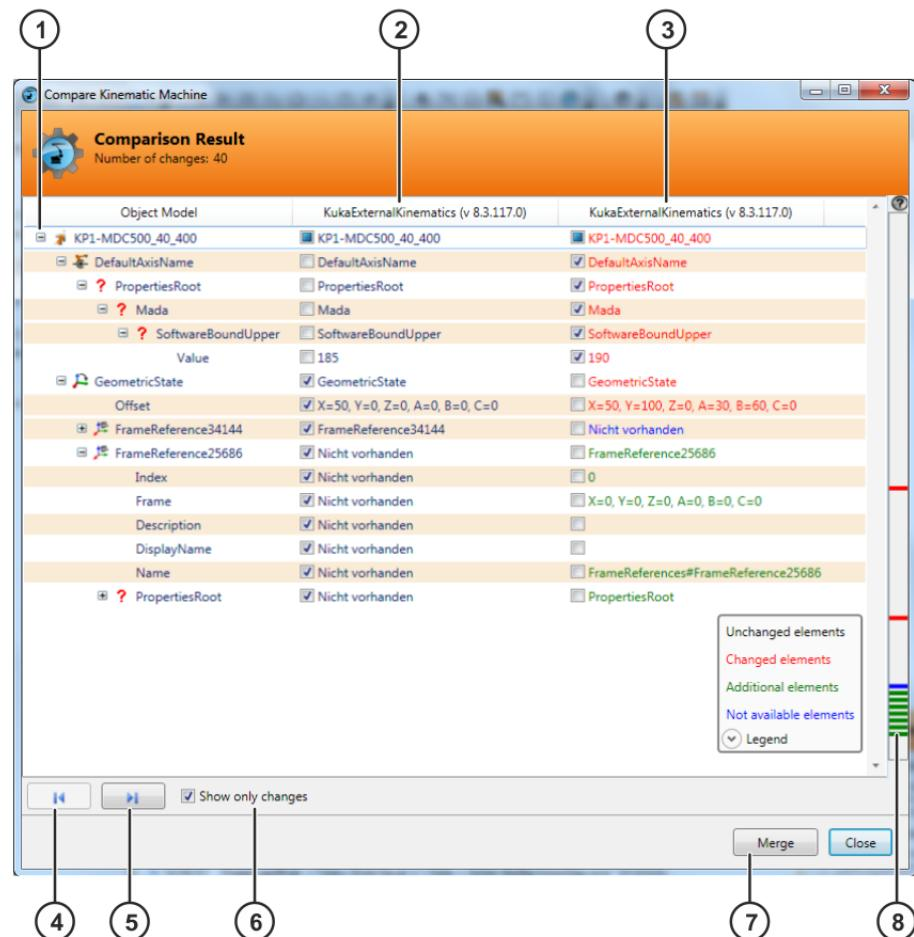

Fig. 6-7: Exemple : aperçu des différences
- **D'un catalogue ouvert**: si la cinématique à comparer se trouve dans un catalogue ouvert. Les cinématiques sont comparées et les différences sont affichées sous forme d'aperçu (**>>>** Fig. 6-7). Continuer avec l'opération 5.
4. Ouvrir l'arborescence, marquer la cinématique et cliquer sur **Comparer**. Les différences entre les cinématiques sont affichées sous forme d'aperçu (**>>>** Fig. 6-7).